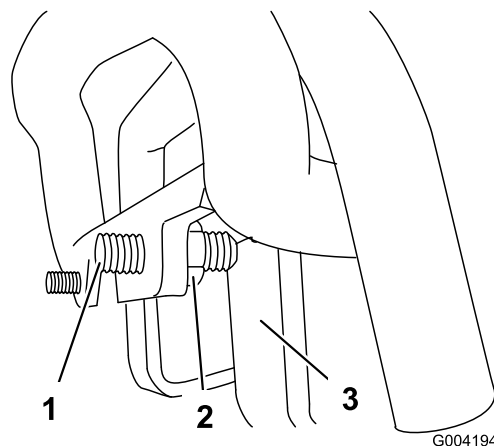

Figure 56
3. Si la machine se déporte vers la **gauche**, desserrez l'écrou de blocage **droit** et ajustez la vis de réglage de correction directionnelle à l'avant de la commande de déplacement (Figure 56).
4. Si la machine se déporte vers la **droite**, desserrez l'écrou de blocage **gauche** et ajustez la vis de réglage de correction directionnelle à l'avant de la commande de déplacement (Figure 56).